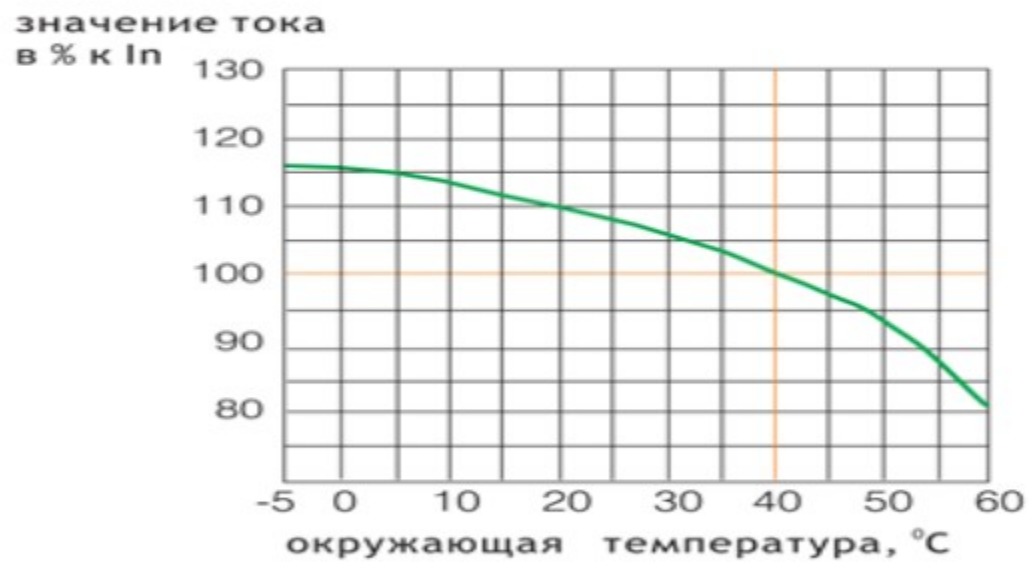

Рис.2
- 3.11. При применении выключателей с температурой окружающей среды отличной от 40С следует применять температурный коэффициент рис. 2